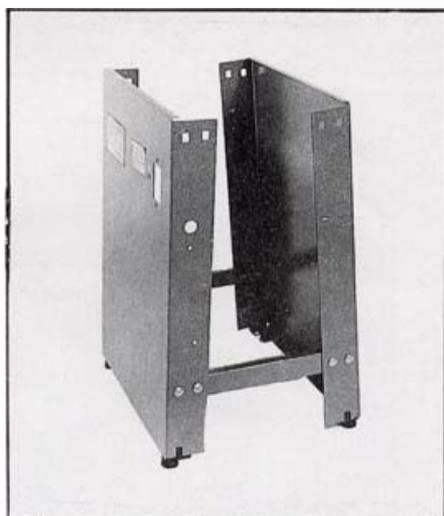

Fig.3
1. Inden du begynder at montere benstativet, skal du samle de to stativer (D) og de to beslag (E) som vist i fig. 3. Skruer og møtrikker medfølger i emballagen. Spænd ikke skruerne først, men spænd dem, når du har færdigmonteret enheden.
2. Når du har afsluttet fig. 3, fortsæt til fig. 4 og læg låget (F) på stativet og spænd alle skruer.